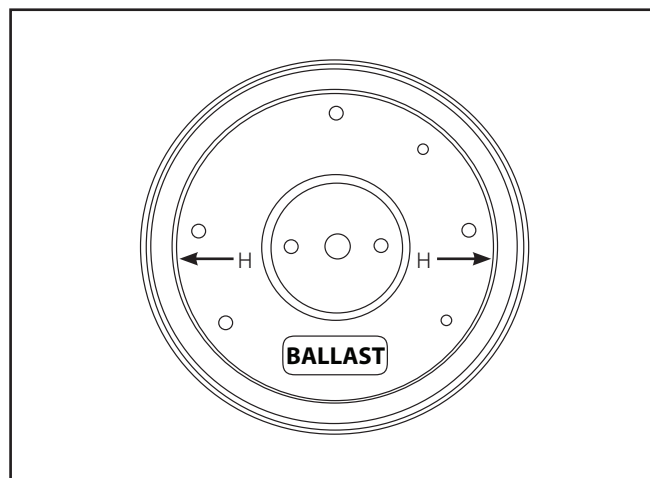

Figura 4. Pieza moldeada posterior con tornillos
c) Extraiga los (2) expulsores de 1/2" de la parte central posterior de la pieza moldeada. Conecte los cables del artefacto con los cables de alimentación y colóquelos en la caja de derivación.
d) Monte la pieza moldeada trasera en los tornillos de sujeción, deslice las arandelas y ajuste las tuercas 1/4-20 incluidas. Si está montando sobre la pared, observe las flechas horizontales de orientación. (Figura 4.).
a) Extraiga al menos (4) de los expulsores de 1/4" en el perímetro posterior de la pieza moldeada.
c) Seleccione un tipo correcto de tornillos (de cualquier marca) para utilizar con los cuatro expulsores de 1/4". Adhiera las juntas suministradas en los orificios para tornillos, por encima del área de los expulsores que estén en uso. (Figura 4) Ver paso 4.